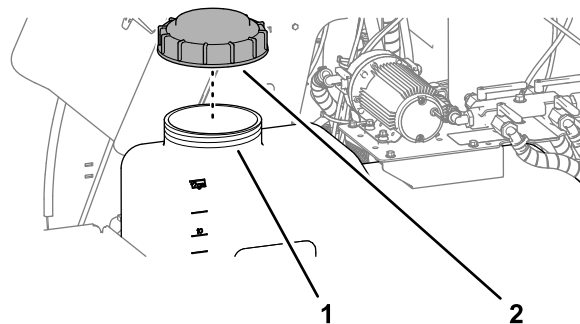

Figura 44
- Abra el tapón del depósito de fumigación (Figura 44).